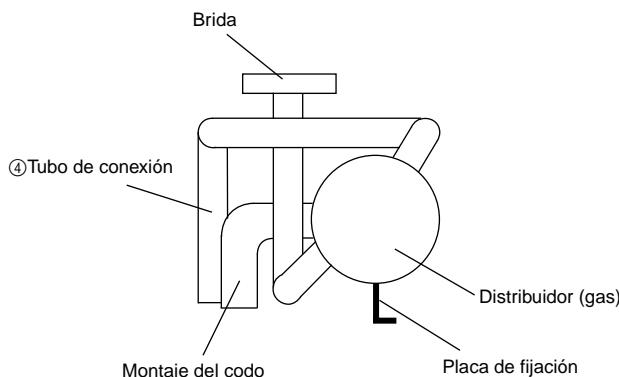
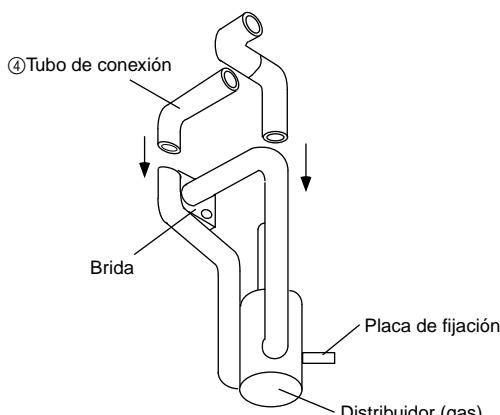

Fig. 2
Fig. 3
- (3) Suelde el tubo de conexión (④) y la tubería montada en el paso (2) al distribuidor (gas), de manera que el tubo de conexión quede fijado como se muestra en la Fig. 2. Para el procedimiento de montaje, consulte la Fig. 3. Durante la soldadura de la tubería, enfíre la parte soldada de la tubería del lado del distribuidor utilizando un trapo mojado para evitar que se caliente.